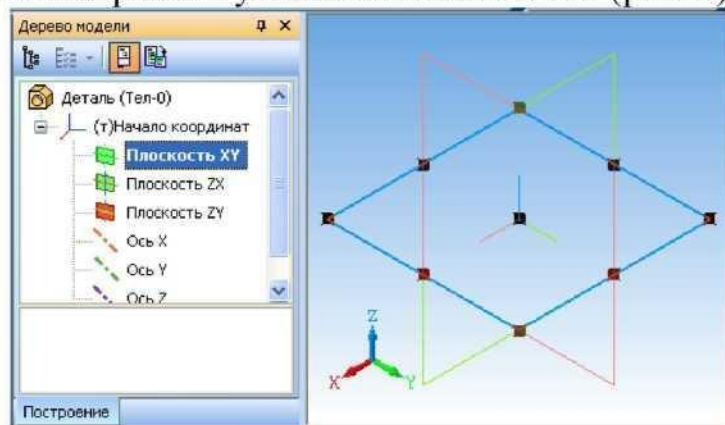

Рис. 3.
3. В дереве построений укажите плоскость XY (рис. 3).